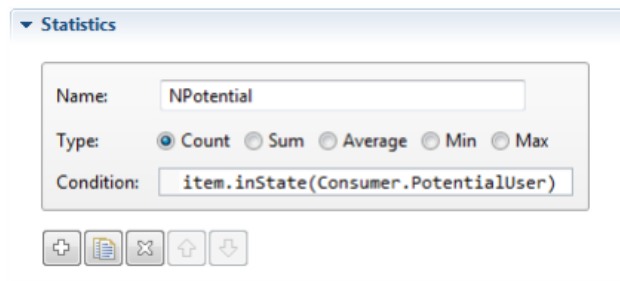

Рисунок 4.2 — Підрахунок із назвою *NPotential*
3. Визначте функцію типу *Count* з іменем *NPotential*. Статистика типу *Count* повторює задану популяцію – у нашому випадку кількість агентів – для підрахунку тих, хто відповідає вибраній умові (рис. 4.2).